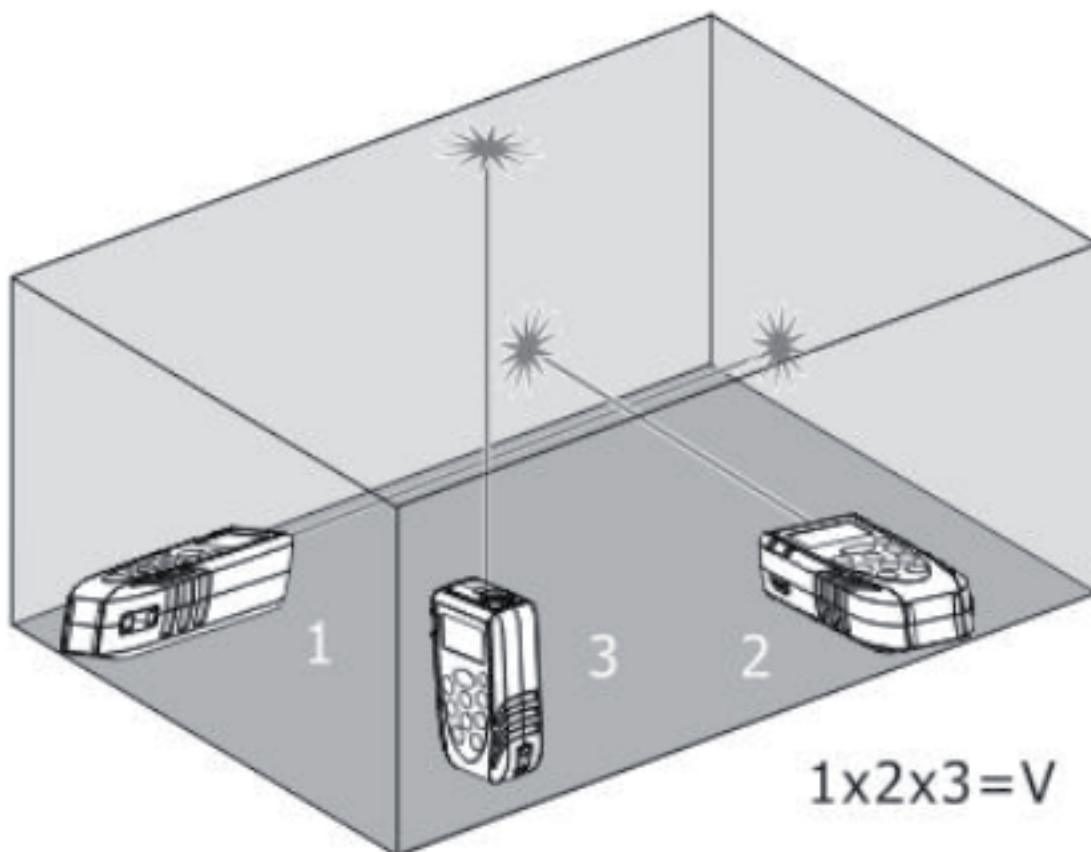

Fig. 6: Exemplo de medição de Volume
3. Premir o botão  para efectuar a primeira medição (comprimento) da superfície (ver Fig. 6). O valor correspondente é inserido no primeiro display parcial. O símbolo "" é apresentado com o lado "1" intermitente
4. Premir novamente o botão  para efectuar a segunda medição (largura) da superfície (ver Fig. 6). O valor correspondente é inserido no segundo display parcial. O valor da área correspondente é apresentado no display resultante. O símbolo "" é apresentado com o lado "2" intermitente
5. Premir agora o botão  para efectuar a terceira medição (altura) (ver Fig. 6). O valor total do volume é apresentado no display principal resultante